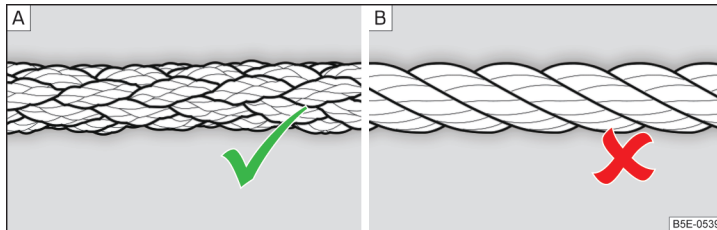

Abb. 174 Geflochtenes Abschleppseil / Gewundenes Abschleppseil
Zum Abschleppen ist ein geflochtenes Abschleppseil zu verwenden » Abb. 174 - A.
- Zum Abschleppen ist kein gewundenes Abschleppseil zu verwenden » Abb. 174 - B, die Abschleppöse könnte sich am Fahrzeug herausdrehen - es besteht Unfallgefahr.